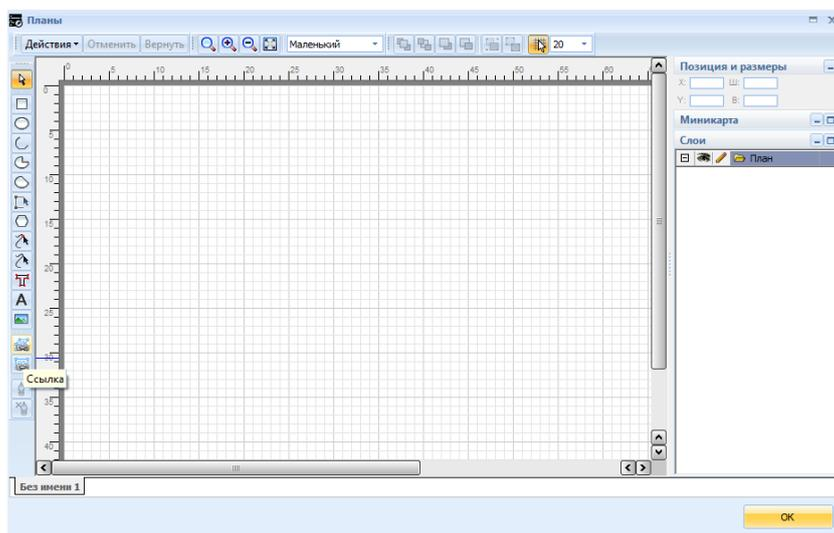

Рисунок 32.4 Добавление плана группе
- 3) При создании плана откроется окно графического редактора. На плане могут быть размещены графические примитивы и ссылки на сервера или группы серверов. Для размещения ссылки используются кнопки  Ссылка прямоугольной формы и  Ссылка произвольной формы панели рисования (Рисунок 32.4). Процесс размещения ссылок аналогичен процессу размещения зон на плане (Работа с графическим редактором См. 5.1). При необходимости, можно загрузить подложку в виде картинки и ввести текст.